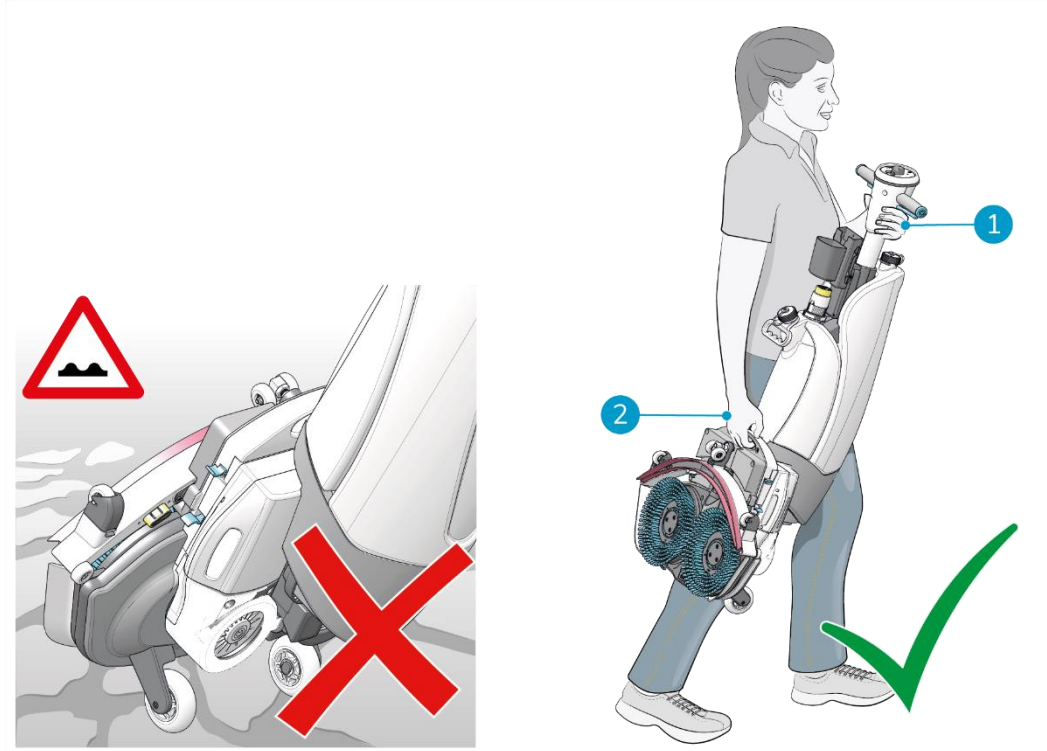

Figure 7
2. Portez l'i-mop XXL Pro d'une seule main (Figure 7, pos. 2) tout en tenant le manche de l'autre main (Figure 7, pos. 1).